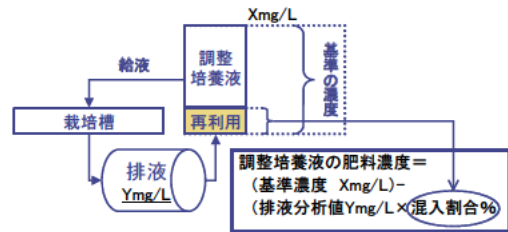

図2 調整培養液の肥料濃度の計算方法
2. 調整培養液の肥料濃度の計算方法は基準の肥料濃度から再利用する肥料濃度を調整した量とする。再利用する肥料濃度は定期的に分析された排液の肥料成分組成の分析値に排液の混入割合を乗じて計算する(図2)。